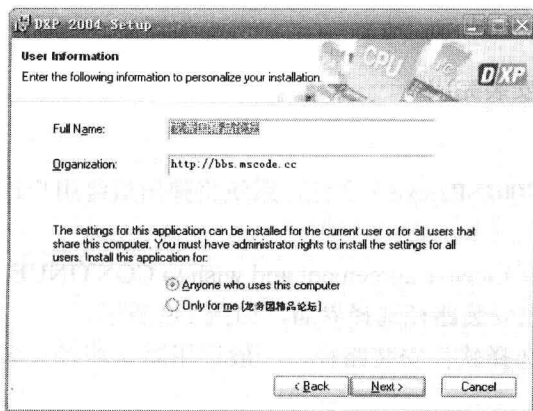
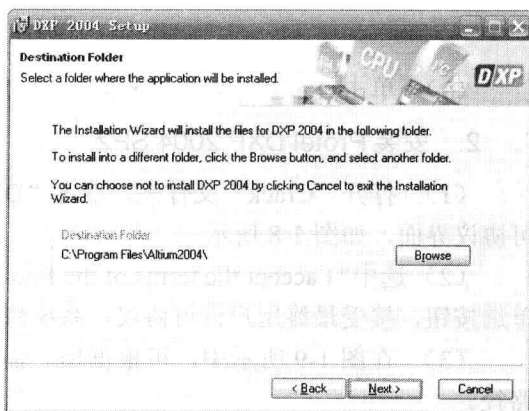

图 1-3 用户信息窗口
图 1-4 指定安装位置
(3) 选中“**I accept the license agreement**”单选按钮, 单击 **NEXT** 按钮, 系统将会弹出用户信息窗口, 如图 1-3 所示。
(4) 在用户信息窗口中, 填写用户名“Full Name”和组织名称“Organization”, 并选择用户类型, 默认用户为本地所有用户“Anyone who uses this computer”。如果不想让其他用户使用, 可以选择单一用户“Only for me”, 这里选用默认用户。
(5) 单击 **Next** 按钮, 进入安装路径选择窗口, 如图 1-4 所示。一般选用默认安装路径。